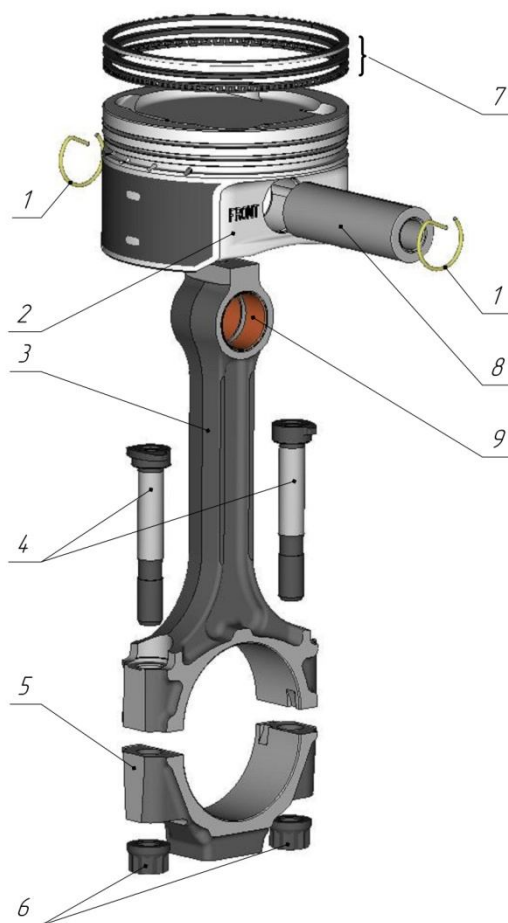

Рис.17. Поршень и шатун:
**Поршень 2** (рис.17) отлит из алюминиевого сплава. Юбка поршня выполнена с бочкообразным вертикальным профилем и микрорельефом для улучшения приработки и снижения потерь на трение. В поперечном (горизонтальном) сечении юбка поршня имеет форму овала, где больший радиус расположен перпендикулярно оси поршневого пальца.